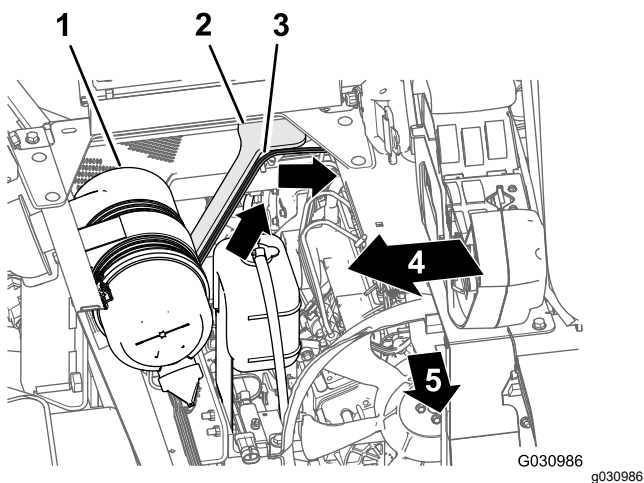

Figura 109
1. Enrute la rama de 165 cm (65") del arnés de cables hacia arriba y a la parte trasera del compartimento del motor, por el soporte derecho de la cubierta del motor, por delante del conducto que conecta el filtro de aire y el motor (Figura 109).